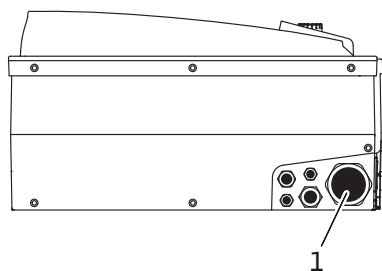

Fig. 22: Kaapeliläpivienni M40
- Verkkoliitännäiskaapeli on vietävä kaapeliläpiviennin M40 (Fig. 22, kohta 1) kautta.